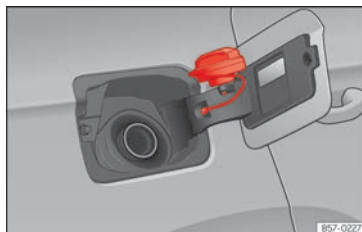

Abb. 186 Tankklappe mit aufgestecktem Tankverschluss.
- Platzieren Sie den Verschluss in der Aussparung, die sich im Scharnier der geöffneten Tankklappe befindet » (Abb. 186).